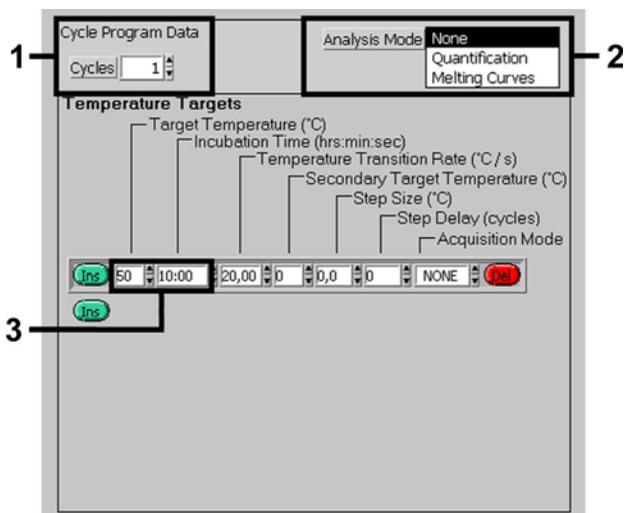

Fig. 3: Transcrição reversa do ARN.
Para a detecção de ARN do VFVN, criar um perfil de temperatura no instrumento *LightCycler* de acordo com os três passos seguintes (ver Fig. 3 – 6).
- A. Transcrição reversa do ARN Fig. 3